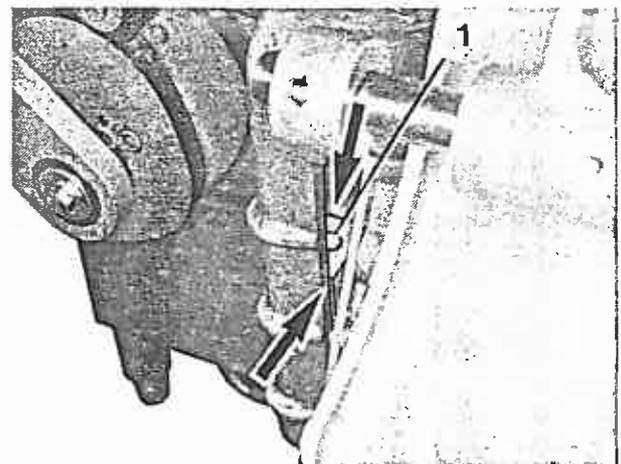

Bild 48
- Schmierbohrung (Bild 48/1) des Kulissensteins sowie alle Lagerstellen des Kulissen- und Gleitsteins (Bild 48/Pfeile),